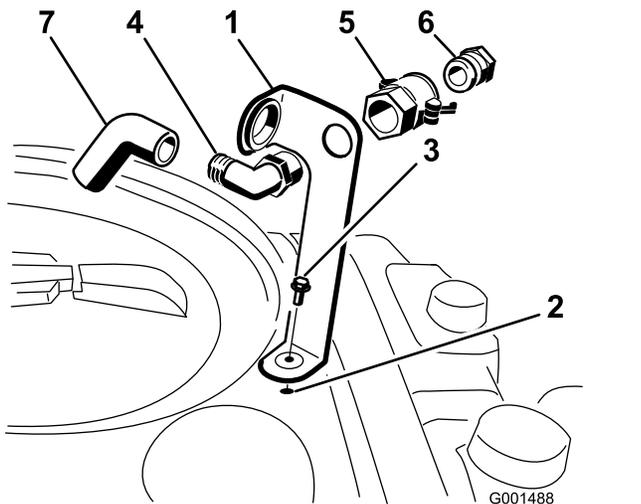

Figura 3
1. Ponete la staffa del connettore di riempimento sopra il foro filettato nel serbatoio, e fissatela con un bullone a testa flangiata (5/16" x 3/4") (Figura 3).
2. Inserite l'estremità filettata del raccordo a 90° nella staffa ed infilatevi il giunto ad accoppiamento rapido, fissandolo alla staffa (Figura 3).
3. Montate l'adattatore del flessibile nel giunto ad accoppiamento rapido (Figura 3).
4. Bloccate l'adattatore spostando le leve verso di esso, e fissatele con le coppiglie (Figura 3).
5. Installate il flessibile di non ritorno nell'apertura larga della staffa e infilatelo nell'estremità filettata del raccordo a 90° (Figura 3).